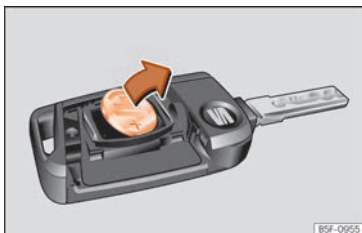

Abb. 89 Fahrzeugschlüssel: Batterie herausnehmen.
- Batterie mit einem geeigneten dünnen Gegenstand aus dem Batteriefach heraushebeln »» **Abb. 89**.
- Neue Batterie wie gezeigt ansetzen »» **Abb. 89** und entgegen der Pfeilrichtung in das Batteriefach drücken »» ⚠.